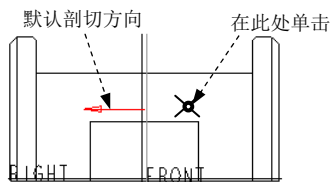
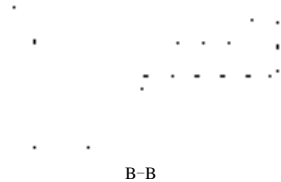

图 3.12.25 定义剖切方向
图 3.12.26 左视图的半剖视图
Step11. 在工程图模式下，创建左视图的半剖视图。在图形区双击左视图，系统弹出“绘图视图”对话框，选取“类别”区域中的“截面”选项，在“截面选项”区域中选中 2D 横截面 单选项，将“模型边可见性”设置为 总计，然后单击  按钮，在“名称”下拉列表框中选取剖截面 B，在“剖切区域”下拉列表框中选取“半倍”选项，选取 FRONT 基准平面作为参照平面，此时视图如图 3.12.25 所示，点击绘图区 FRONT 基准平面右侧任一点使箭头指向右侧，单击对话框中的  按钮，系统生成图 3.12.26 所示的左视图的半剖视图。